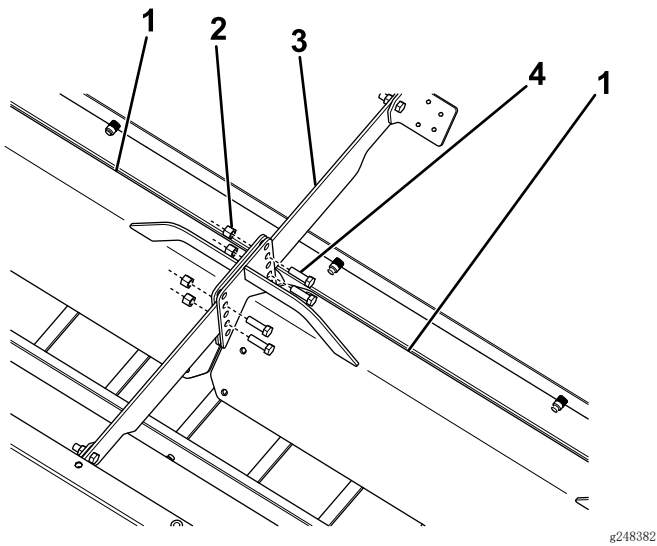

图16
8. 对齐隔板的自由端，并使用 4 个螺栓（ $\frac{3}{8}$  x  $1\frac{1}{4}$  英寸）和螺母将它们和撒布机交叉支架相互固定（图16）。